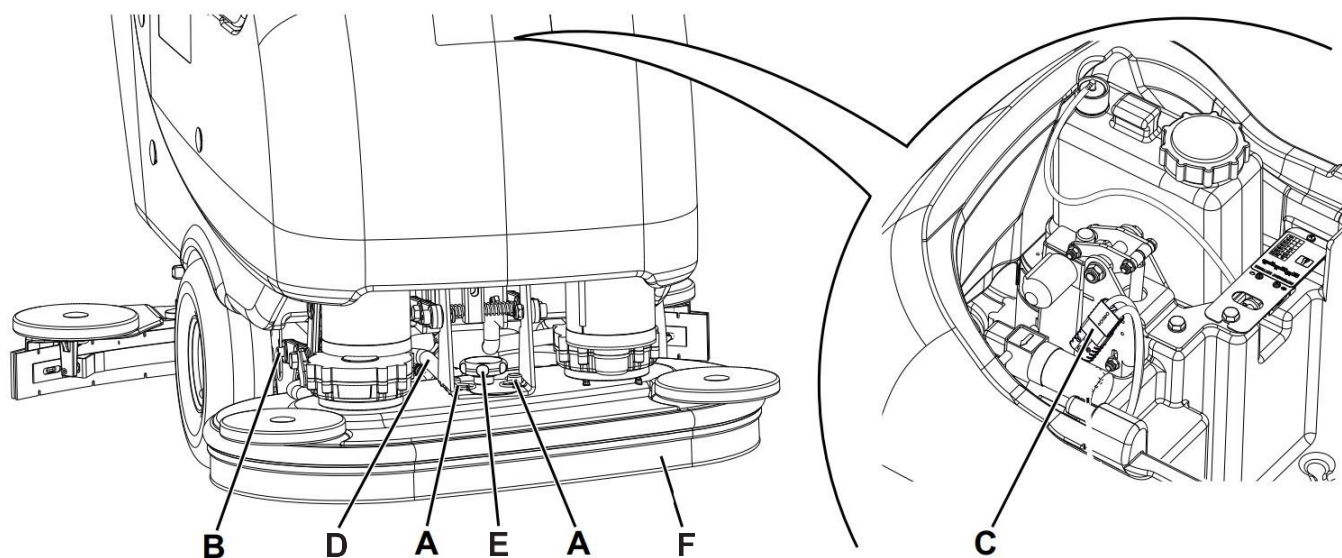

Abb. 13
3. Den Schalter (66) drücken um das Gerät einzuschalten.
4. Schalter (61) betätigen und Bürsten-/Padhalterkopf absenken.
5. Das Gerät ausschalten, indem der Schalter (66) etwa eine Sekunde lang gedrückt wird.
6. Sicherungsstifte (A, Abb. 13) und [nur für Bürsten-/Padhalterkopf (18)] Sicherungssplint (B) entfernen.
7. Deckel (22) öffnen und sicherstellen, dass der Schmutzwassertank (21) leer ist. Gegebenenfalls mit dem Ablassrohr (16) entleeren. Deckel (22) schließen.
8. Um den Elektroanschluss des Bürstenkopfes zu erreichen, Tank (40) vorsichtig mit dem Griff (41) anheben.
9. Den roten Stecker (C) trennen.
10. Die Verbindung (D) von der Leitung der Reinigungslösung lösen.
11. Befestigungssterngriff (E) aufdrehen und Bürsten-/Padhalterkopf (F) abnehmen.